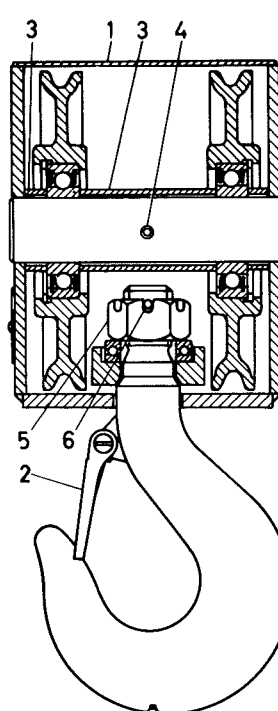

Fig. 12. Krokblock för 4 linparter
Materialet i krokblocket, fig. 12 och 13, är svetsad stålplåt och blocket är helt inkapslat genom att dess översida är försedd med en löstagbar täckplåt (1).